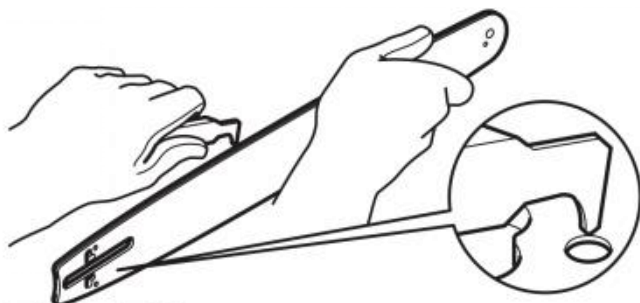

Fig. 71
4. Verwijder resten van de rails op het zaagblad (C13) met een schroevendraaier, plamuurmes, staalborstel of ander soortgelijk gereedschap. Hierdoor blijven de oliedoorgangen open voor een goede smering van het zwaard (C13) en de zaagketting (C12) (Fig. 71).